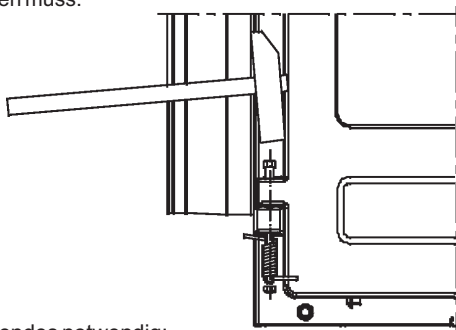

Abb. 1.
-Türe schließen, die Vorderplatte abnehmen, den Stift an dem unteren Scharnier herausnehmen, die Imbusschraube so hineingeben, dass ca. 15 mm aus dem Scharnier herausragt. Setzen Sie die Feder so auf die ein wenig überspannte Schraube, dass ein Ende in den Ofenrand einhakt. Feder halten, Schraube stampfen, auf die Schraube eine geschlossene Schraubenmutter aufsetzen (siehe Bild 1).